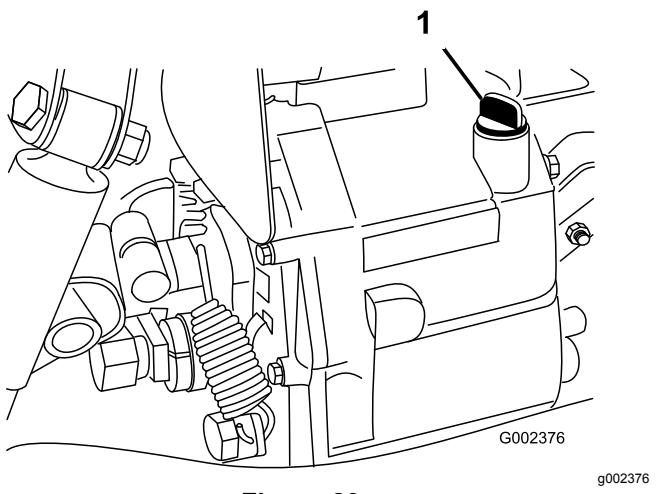

Figura 20
2. Limpe a zona em redor da vareta (Figura 20).